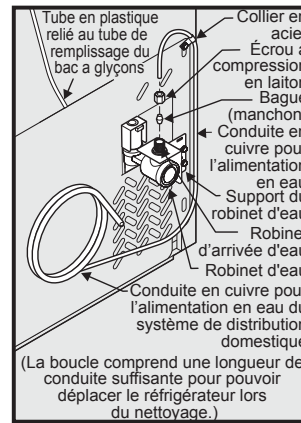
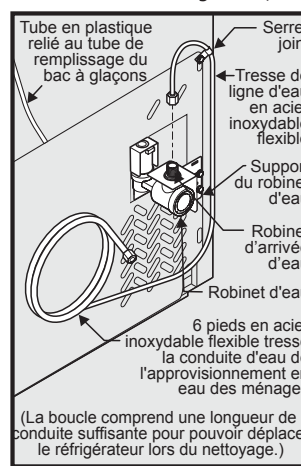

figure 1
figure 2
- Si vous utilisez du tuyau en cuivre - Faites glisser l'écrou à compression en laiton, puis installez la bague (le raccord) sur la conduite d'alimentation en eau. Poussez la conduite dans le robinet d'arrivée d'eau, aussi loin que possible (6 mm ou 1/4 po). Faites glisser la bague (le raccord) dans le robinet et serrez à la main l'écrou à compression sur le robinet. Serrez d'un autre demi-tour à l'aide d'une clé; NE serrez PAS trop. (Reportez-vous à la figure 1.) Si on utilise des tubes tressés en acier inoxydable souple - L'écrou et la bague d'extrémité sont déjà assemblés sur le tube. Glissez l'écrou sur l'entrée du robinet et serrez à la main l'écrou sur le robinet. Serrez d'un autre demi-tour avec une clé; NE PAS serrer trop fort. (Reportez-vous à la figure 2.)